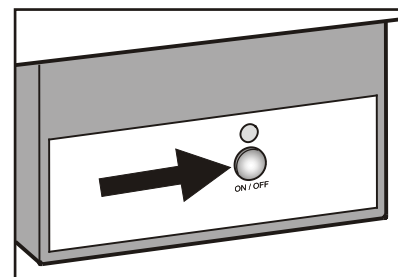

Figura 20
- Presione el botón en el alojamiento del fabricante de hielo (**Figura 20**) durante aproximadamente 3 segundos. El piloto LED encima del botón comenzará a parpadear.
El fabricante de hielo también puede ser encendido y apagado pulsando el botón "On/Off" de la caja del fabricante de hielo durante aproximadamente 1 segundo (Figura 20).